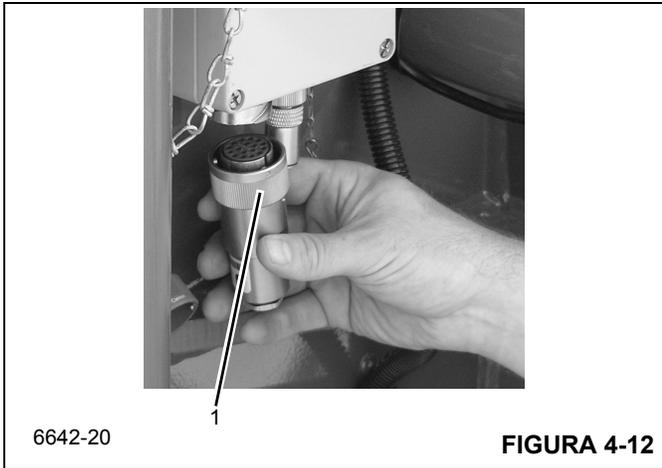

FIGURA 4-12
- b. Instale el enchufe falso (1, Figura 4-12) en la caja de empalmes.